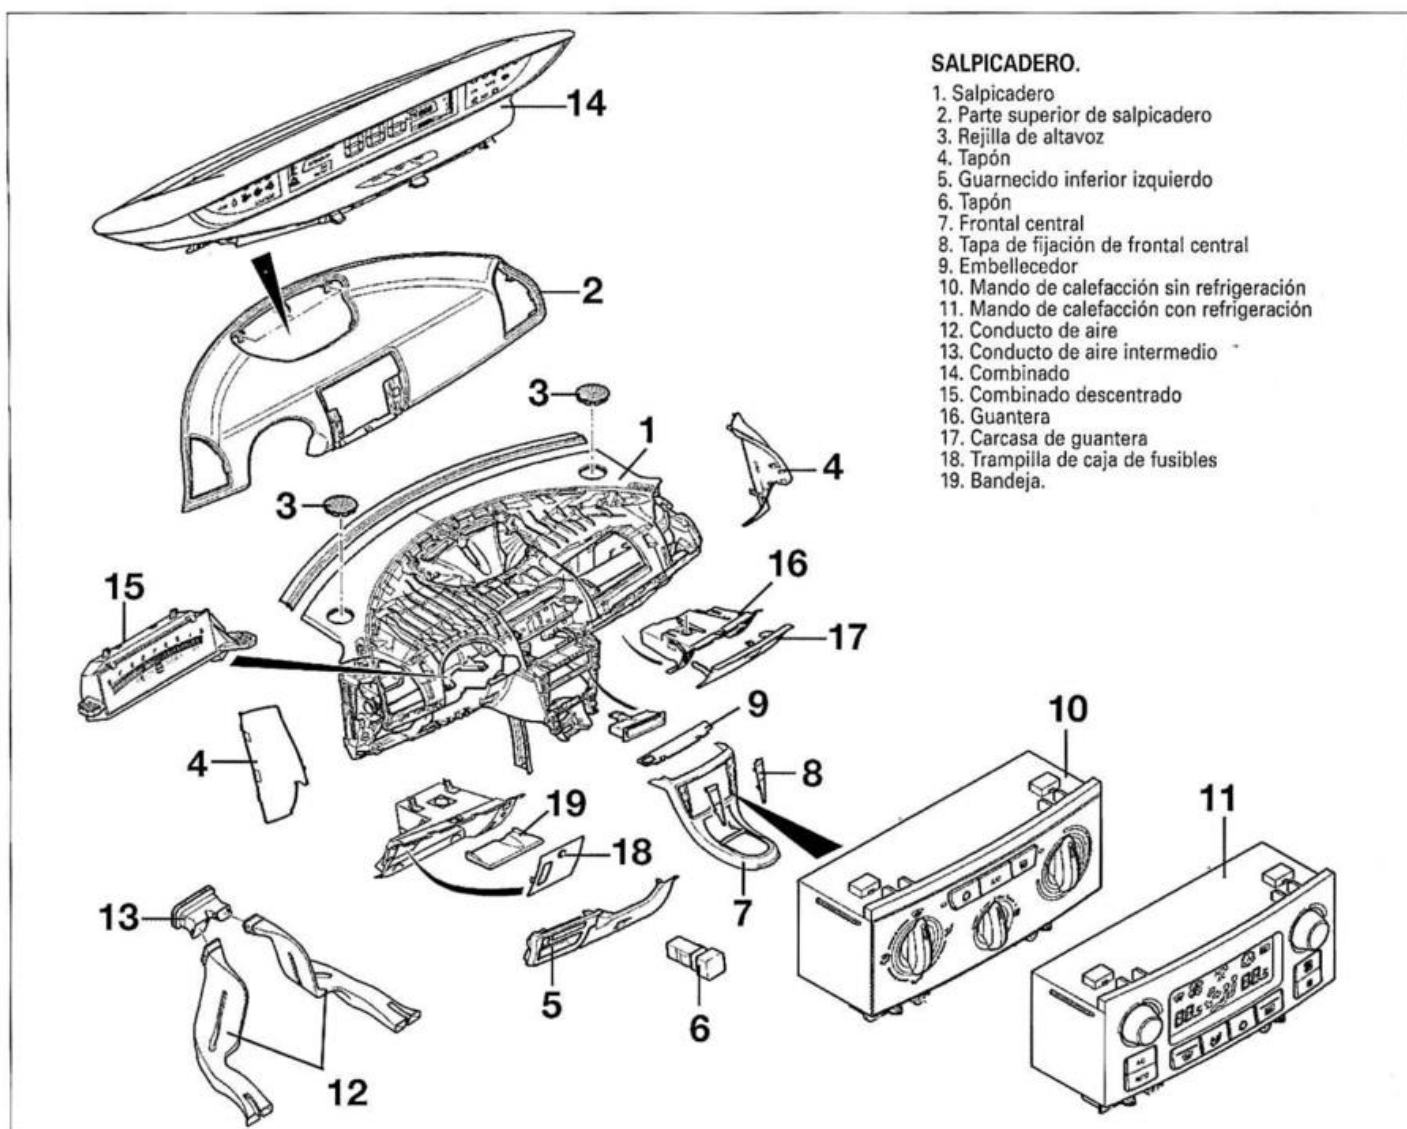

FIG. 26
- Desengrapar los 2 pequeños embellecedores laterales (1) y desmontar los tornillos (2) (fig. 26).